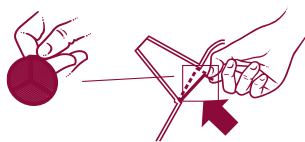

Fig. 2
- Fjern kalkfilteret ved å skyve med en lang gjenstand (ikke spiss) fra åpningen på tuten mot vannkokerens innside helt til kalkfilteret løsner (fig. 2).